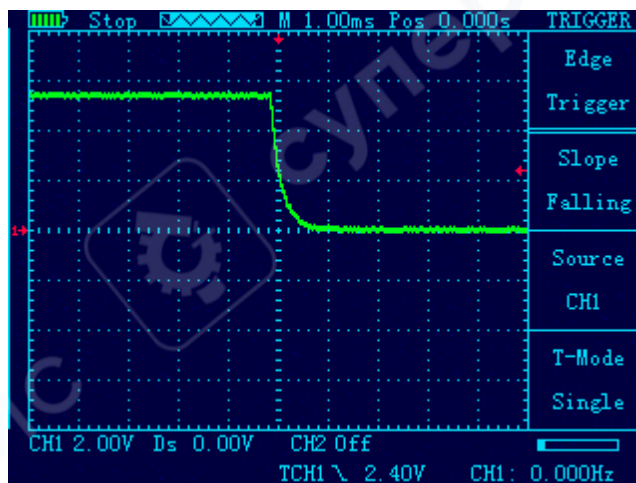

Рис. 10
5. Для изменения положения точки срабатывания используйте кнопку «HORI» (регулировка горизонтального положения). Это позволяет изменять длительность отображаемого интервала и более детально анализировать захваченную форму сигнала (см. Рисунок 10).